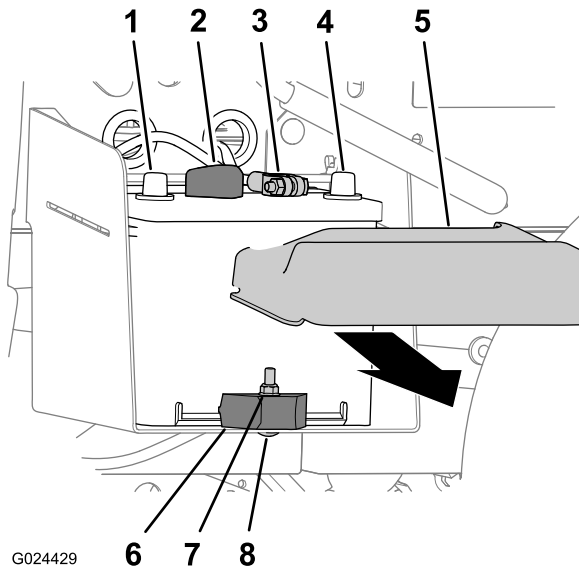

Figura 46
1. Strângeți părțile laterale ale capacului bateriei i îndepartai capacul de pe compartimentul bateriei (Figura 46).
2. Deconectați cablul negativ al bateriei de la borna bateriei (Figura 46).
3. Deconectați cablul pozitiv al bateriei de la borna bateriei (Figura 46).
2. Îndepartați contrapiuliua, urubul de fixare i clemă bateriei care fixează bateria la compartimentul său (Figura 46).
3. Îndepartați bateria din compartimentul său (Figura 46).
1. Aliniați bateria cu compartimentul său din maină (Figura 46).
Notă: Asigurați-vă că clemele pozitive i negative ale bateriei sunt aliniate aa cum se arată în Figura 46.
2. Fixați bateria în compartimentul său cu clemă bateriei, urubul de fixare i contrapiuliua (Figura 46).
1. Conectați cablul pozitiv al bateriei la borna bateriei (Figura 46).
2. Conectați cablul negativ al bateriei la borna bateriei (Figura 46).
3. Montați capacul bateriei pe partea superioară a acesteia (Figura 46).